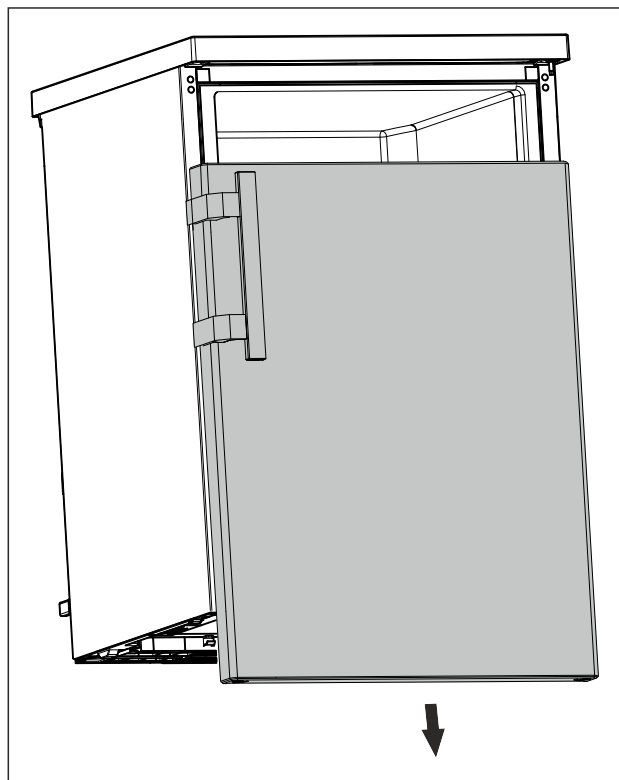

Fig. 14
- Zdjąć drzwi w dół. (patrz Fig. 14)